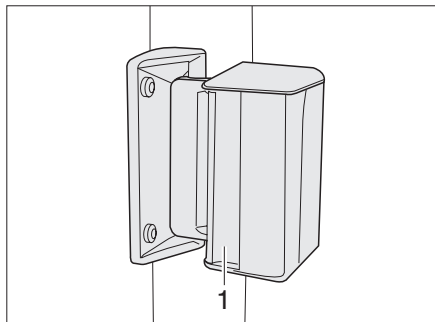

Bild 17 Schiebefenster
- ▶ Griff (Bild 17,1) drücken und gleichzeitig nach vorn oder hinten schieben oder ziehen.